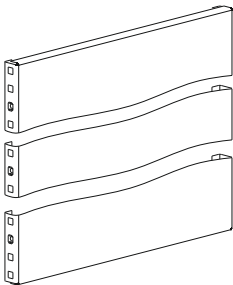

Рисунок 17
13.2 Вставьте кузовные гайки в квадратные отверстия на боковых поверхностях в количестве и в местах, соответствующих расположению реек боковых (рисунок 17).